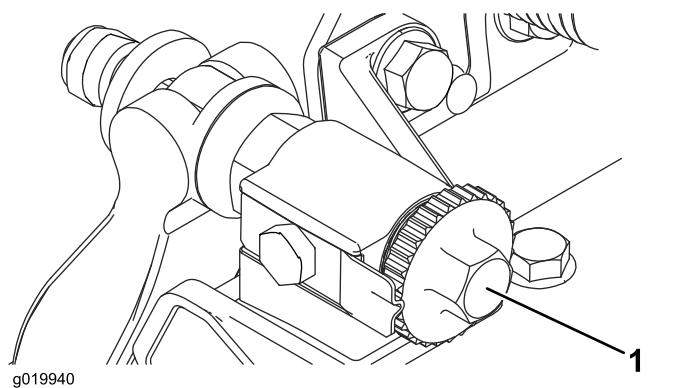

図 9
2. ベッドバー調整ねじを左に回してベッドナイフとリールの接触をなくす 図 9。